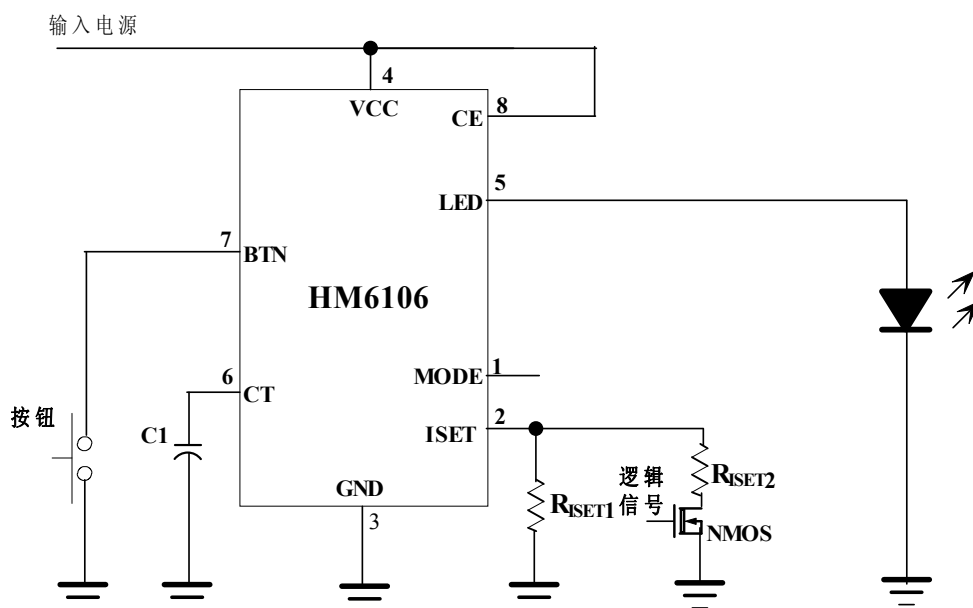

图6 用逻辑信号调整亮度
2. 用逻辑信号调整发光二极管的亮度，如图6所示
如果只需要分几档来调整发光二极管的电流，可以用逻辑信号来实现，图6示出了分两个档次来调整发光二极管的电流的电路。 R_{ISET1} 设置了流经LED管脚的最小电流，当N沟道场效应晶体管导通时，即逻辑信号为高电平时， R_{ISET2} 同 R_{ISET1} 并联，LED电流增大。